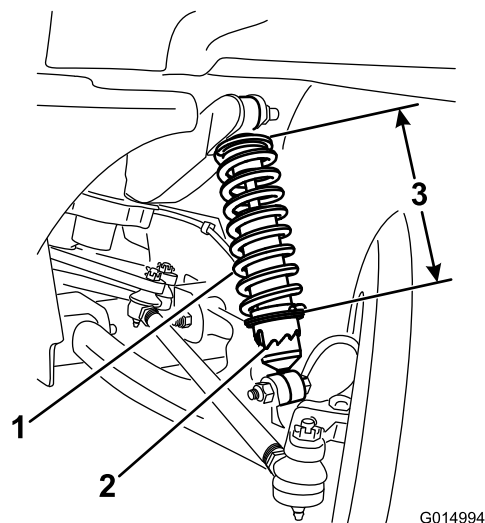

Bild 52
3. Drehen Sie den Kragen am Stoßdämpfer mit dem Werkzeug TORO6010, um die Länge der Feder zu ändern (Bild 52).